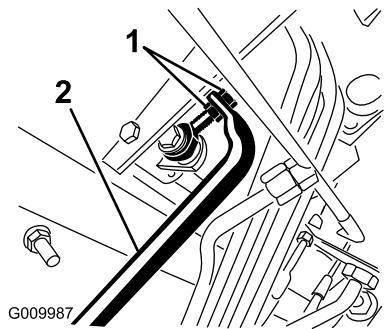

図 48
- 前への動きを止めたい場合は、ポンプロッドの端部にあるジャムナットを回してポンプロトーラチューブ 図 48 を前へ動かす。後への動きを止めたい場合は、後へ動かす。